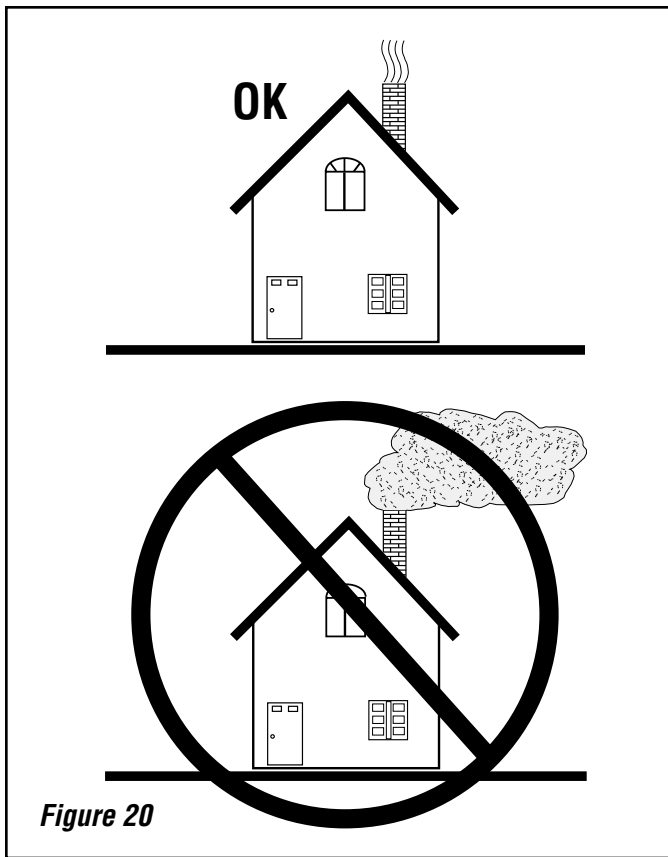

Figure 20
7. Pour obtenir les meilleurs résultats, utiliser de petits morceaux de bois et allumez le feu du haut du tas de bois afin de faire monter la température du poêle, puis charger de plus gros morceaux pour maintenir la flambée. Si nécessaire, entrouvrir la porte pour permettre l'allumage de la charge de combustible. Ne pas laisser l'unité sans surveillance quand la porte avant est légèrement ouverte. Après quelques minutes de forte flambée, ajouter des morceaux de bois plus gros puis régler le registre de gauche en fonction de la production de chaleur voulue. Vérifier l'évacuation toutes les 15 à 20 minutes (voir **figure 20**). Une fumée importante indique que le réglage est incorrect (trop élevé ou trop faible). Ajuster le réglage puis révéifier 5 à 10 minutes plus tard.
6. Sortir de l'habitation et vérifier la cheminée. La quantité de fumée doit être très réduite ; une quantité plus élevée indique un gaspillage de chaleur, une accumulation de créosote et de la pollution (voir **figure 20**).